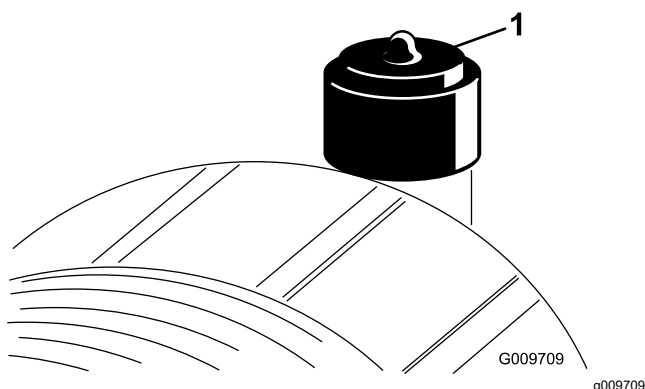

図 48
エアクリーナの整備はインジケータ図 48 が赤色になってから行ってください。早めに整備を行っても意味がありません。むしろフィルタを外したときにエンジン内部に異物を入れてしまう危険が大きくなります。
6. インジケータ図 48 が赤になっている場合はリセットする。